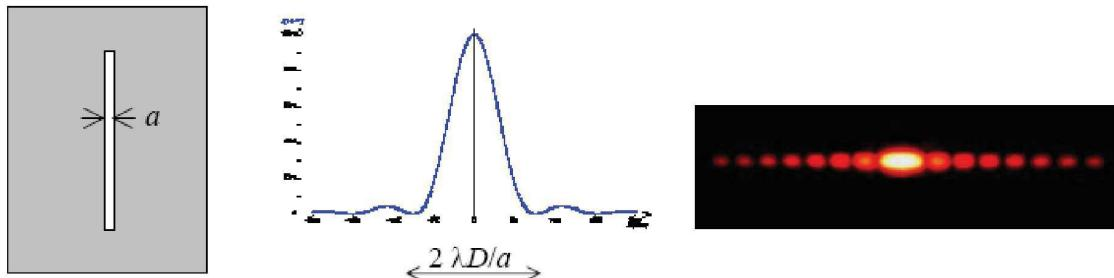

Figure 2
h) Diffraction par une fente rectangulaire de largeur a et de hauteur b ($b >> \lambda$) (figure 2).